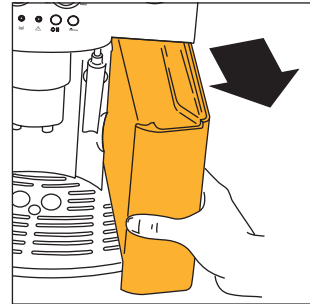

Fig. 1
- Ta ut vannkolben (fig. 1), skyll den og fyll den med friskt vann uten å overstige streken MAX. Når du tar ut vannkolben, må cappuccinomaskinen alltid være innstilt mot midten av maskinen, ellers er det ikke mulig å ta ut kolben.